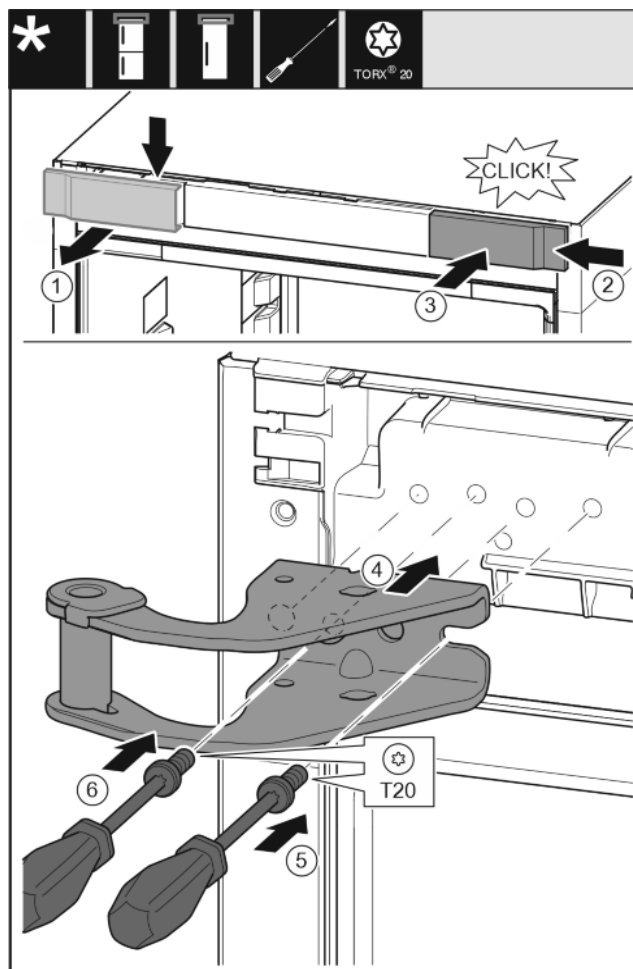

Fig. 12
- ▶ Odeberte kryt shora dopředu. Fig. 12 (1)
- ▶ Kryt otočený o 180° zavěste na druhé straně zprava. Fig. 12 (2)
- ▶ Zaklapněte kryt. Fig. 12 (3)
- ▶ Nasad'te horní stojan ložiska. Fig. 12 (4)
- ▶ Šroubovákem T20 nasad'te šroub a utáhněte. Fig. 12 (5)
- ▶ Šroubovákem T20 vložte šroub a utáhněte. Fig. 12 (6)